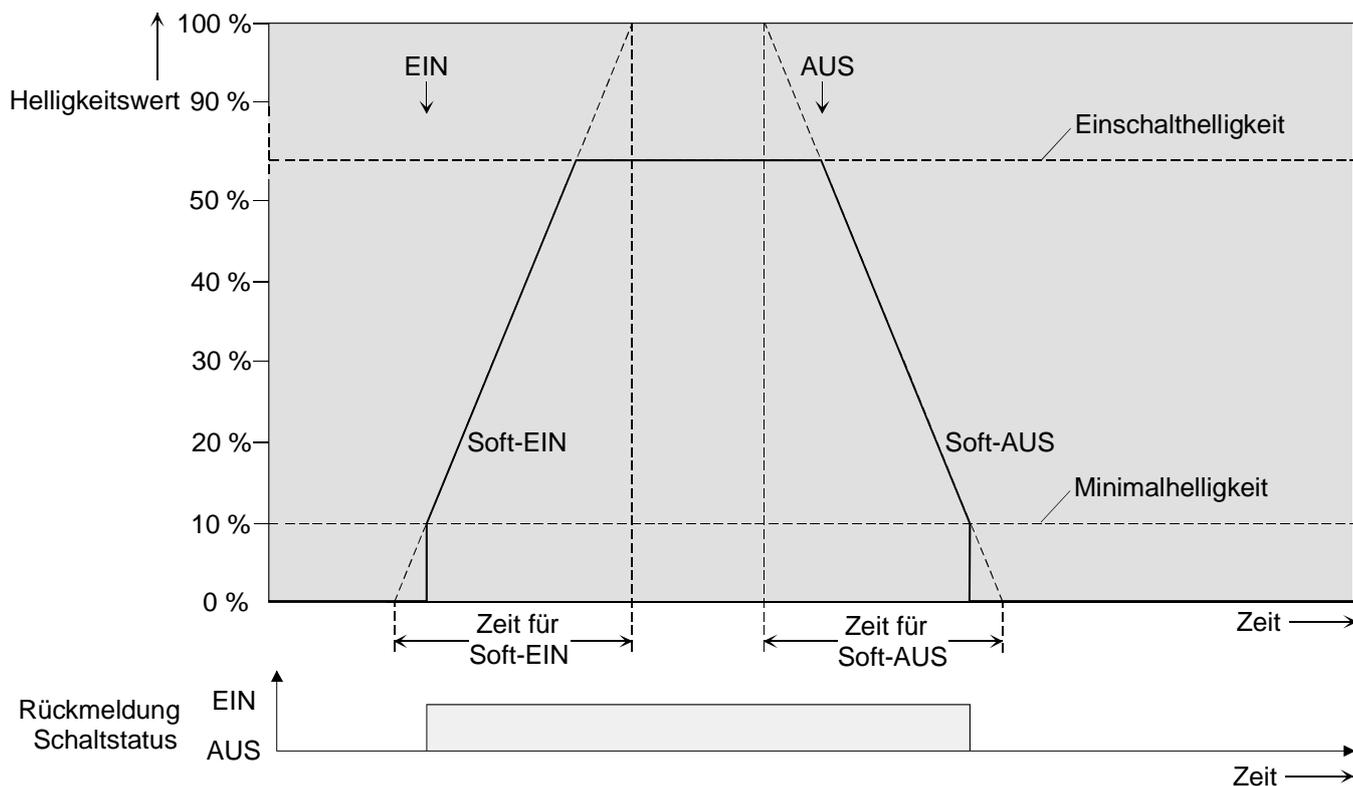

Fig. 22: Dimmverhalten der Soft-EIN/AUS-Funktionen als Beispiel mit Minimalhelligkeit > 0%
Bei aktivierter Soft-EIN-Funktion wird beim Einschalten ein Dimmvorgang bis zur parametrierten Einschalthelligkeit ausgeführt. Das erfolgt auch dann, wenn die DALI-Gruppe bereits auf einen Helligkeitswert kleiner Einschalthelligkeit eingeschaltet ist. Analog wird bei der Soft-AUS-Funktion beim Empfang eines AUS-Telegramms ein Dimmvorgang auf 0 % Helligkeit ausgeführt (vgl. Fig. 22).
- Der Dimmvorgang einer Soft-EIN-Funktion beginnt bei der im ETS Plug-In konfigurierten Minimalhelligkeit. Wenn eine DALI-Gruppe ausgeschaltet ist (Helligkeitswert = 0 %) und eingeschaltet wird, springt die Gruppe die parametrierte Minimalhelligkeit an und beginnt mit dem Soft-EIN-Dimmvorgang auf Einschalthelligkeit (vgl. Fig. 22).